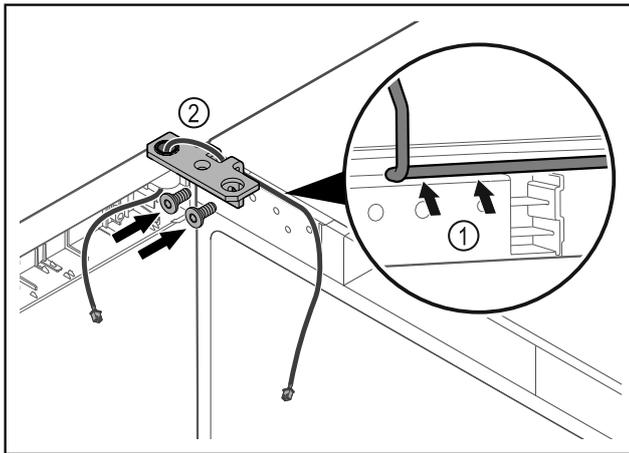

Fig. 38
- ▶ Pasar el cable por la escotadura de la escuadra de bisagra y tenderlo con cuidado Fig. 38 (1).
- ▶ Atornillar la escuadra de bisagra Fig. 38 (2).